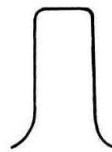

FIG. 5
- Régler les noyaux 5 et 6 au maximum d'amplitude pour une courbe sensiblement symétrique (Fig. 5).